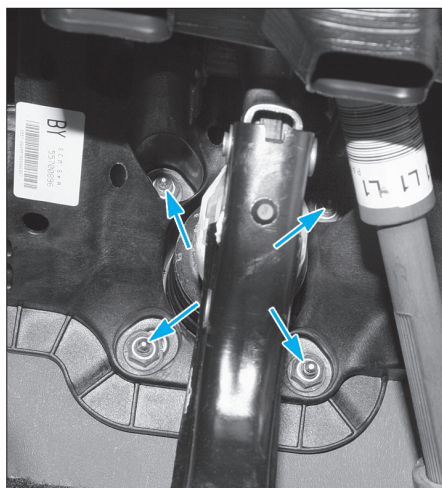

Fig. 19
- Déposer les 4 écrous (flèches) fixant le servofrein (Fig.19).